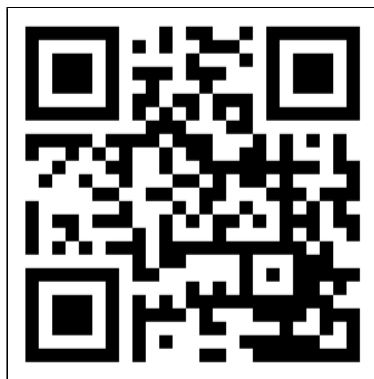

Figure 135.
1. Deschideți manualul Aplicației Eurom Smart cu codul QR (Figure 135) sau accesați www.eurom.nl/nl/manuals.